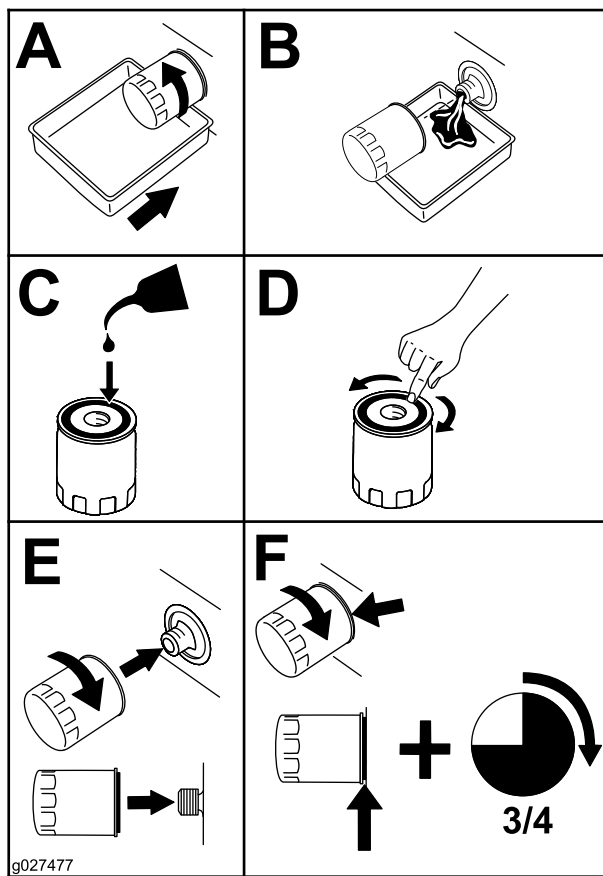

Figure 51
4. Remplacez le filtre à huile moteur comme montré à la Figure 51.